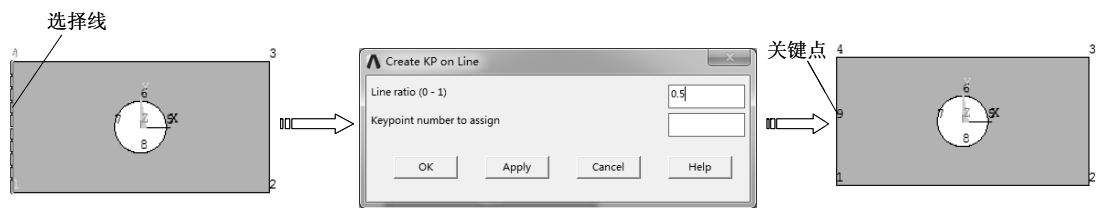

图 6-24 已知线比率定义点
6) 选择 “Main Menu>Preprocessor>Modeling>Create>Keypoints>On Line w/Ratio” 命令，弹出 “Create KP on Line” 对话框，提示用户用鼠标在图形窗口中单击选中已知线，然后单击 “OK” 按钮，弹出 “Create KP on Line” 对话框，此时可在 “Line ratio (0-1)” 文本框中输入比率值 0.5，单击 “OK” 按钮创建一个关键点 9，如图 6-24 所示。